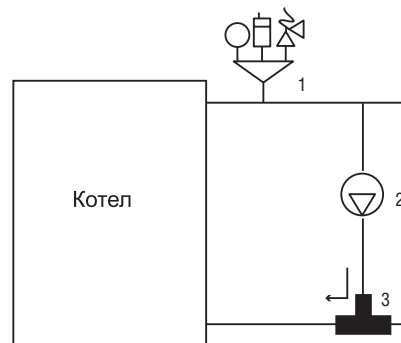

Рис. 10
- При монтаже котлов Kobold PRO необходимо установить на выходе теплоносителя группу безопасности, включающую в себя автоматический воздухоотводчик, манометр и аварийный сбросной клапан на 3 бар (рис.10, поз.1). Отвод теплоносителя из сбросного клапана необходимо обеспечить в дренажную линию с разрывом струи;
- Для выравнивания температурного перепада между подачей и обратной линией, рекомендуется устанавливать трехходовой вентиль с электрическим приводом (Рис.10, поз.3). Повреждения теплообменника, вызванные перепадом температуры, не являются гарантийными.